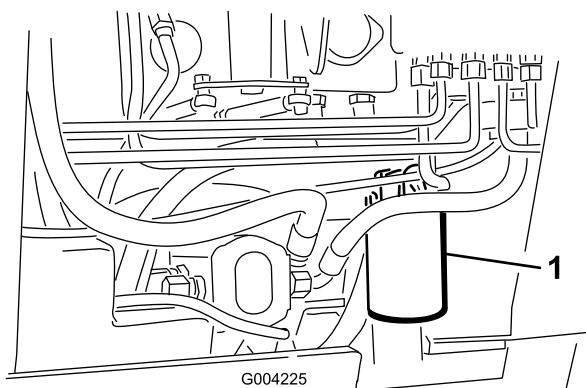

Bild 56
4. Stellen Sie eine Auffangwanne unter den Filter (Bild 56).
5. Entfernen Sie den Altfilter und wischen Sie die Dichtfläche am Anbaustutzen (Bild 56) ab.
7. Montieren Sie den Ersatzfilter am Filteradapter (Bild 56). Befestigen Sie ihn im Uhrzeigersinn, bis die Gummidichtung den Anbaustutzen berührt. Ziehen Sie ihn dann um eine weitere 3/4 Umdrehung fester.